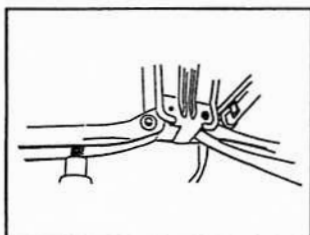

Figure 3
8. Placez la cale de carrossage entre le tube de la jambe de force et la fusée. (Les dents de la cale de carrossage orientées vers l'extérieur) (fig. 3)